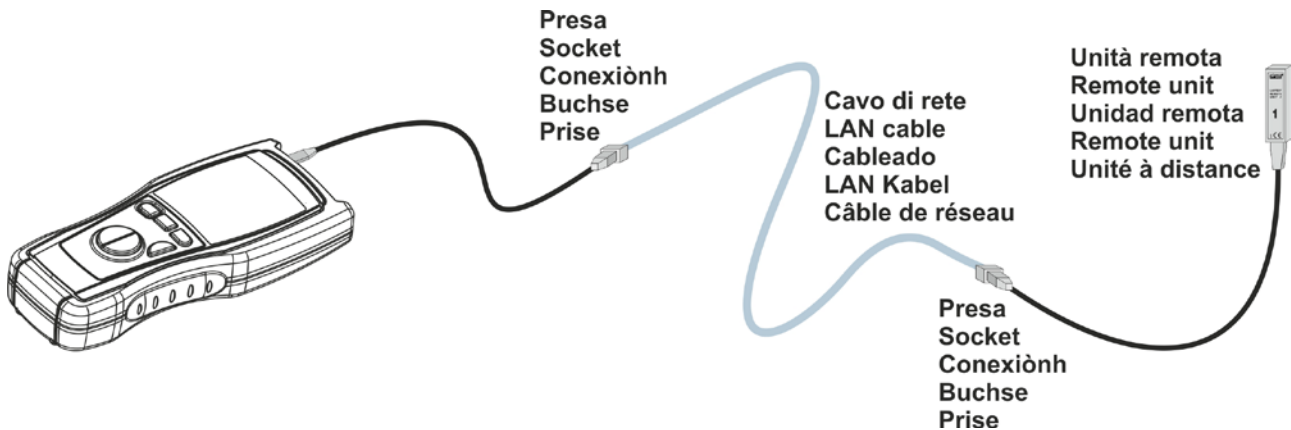

Abb. 8: Verbindung der Anschlüsse des Geräts beim LAN Test
7. Verbinden Sie die Anschlüsse des Gerätes mit den Enden des Leiters, an dem die Durchgangsprüfung durchgeführt wird. (siehe Abb.8)